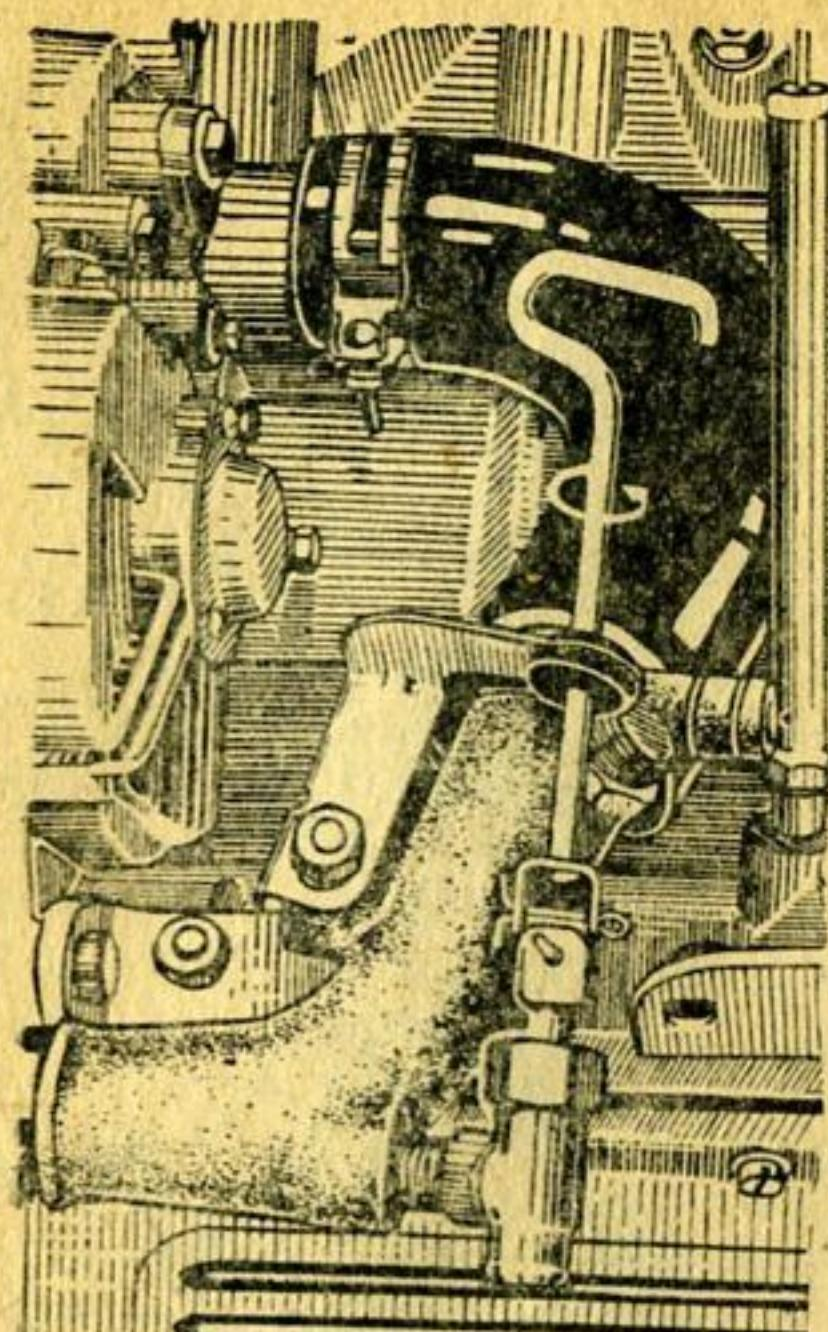
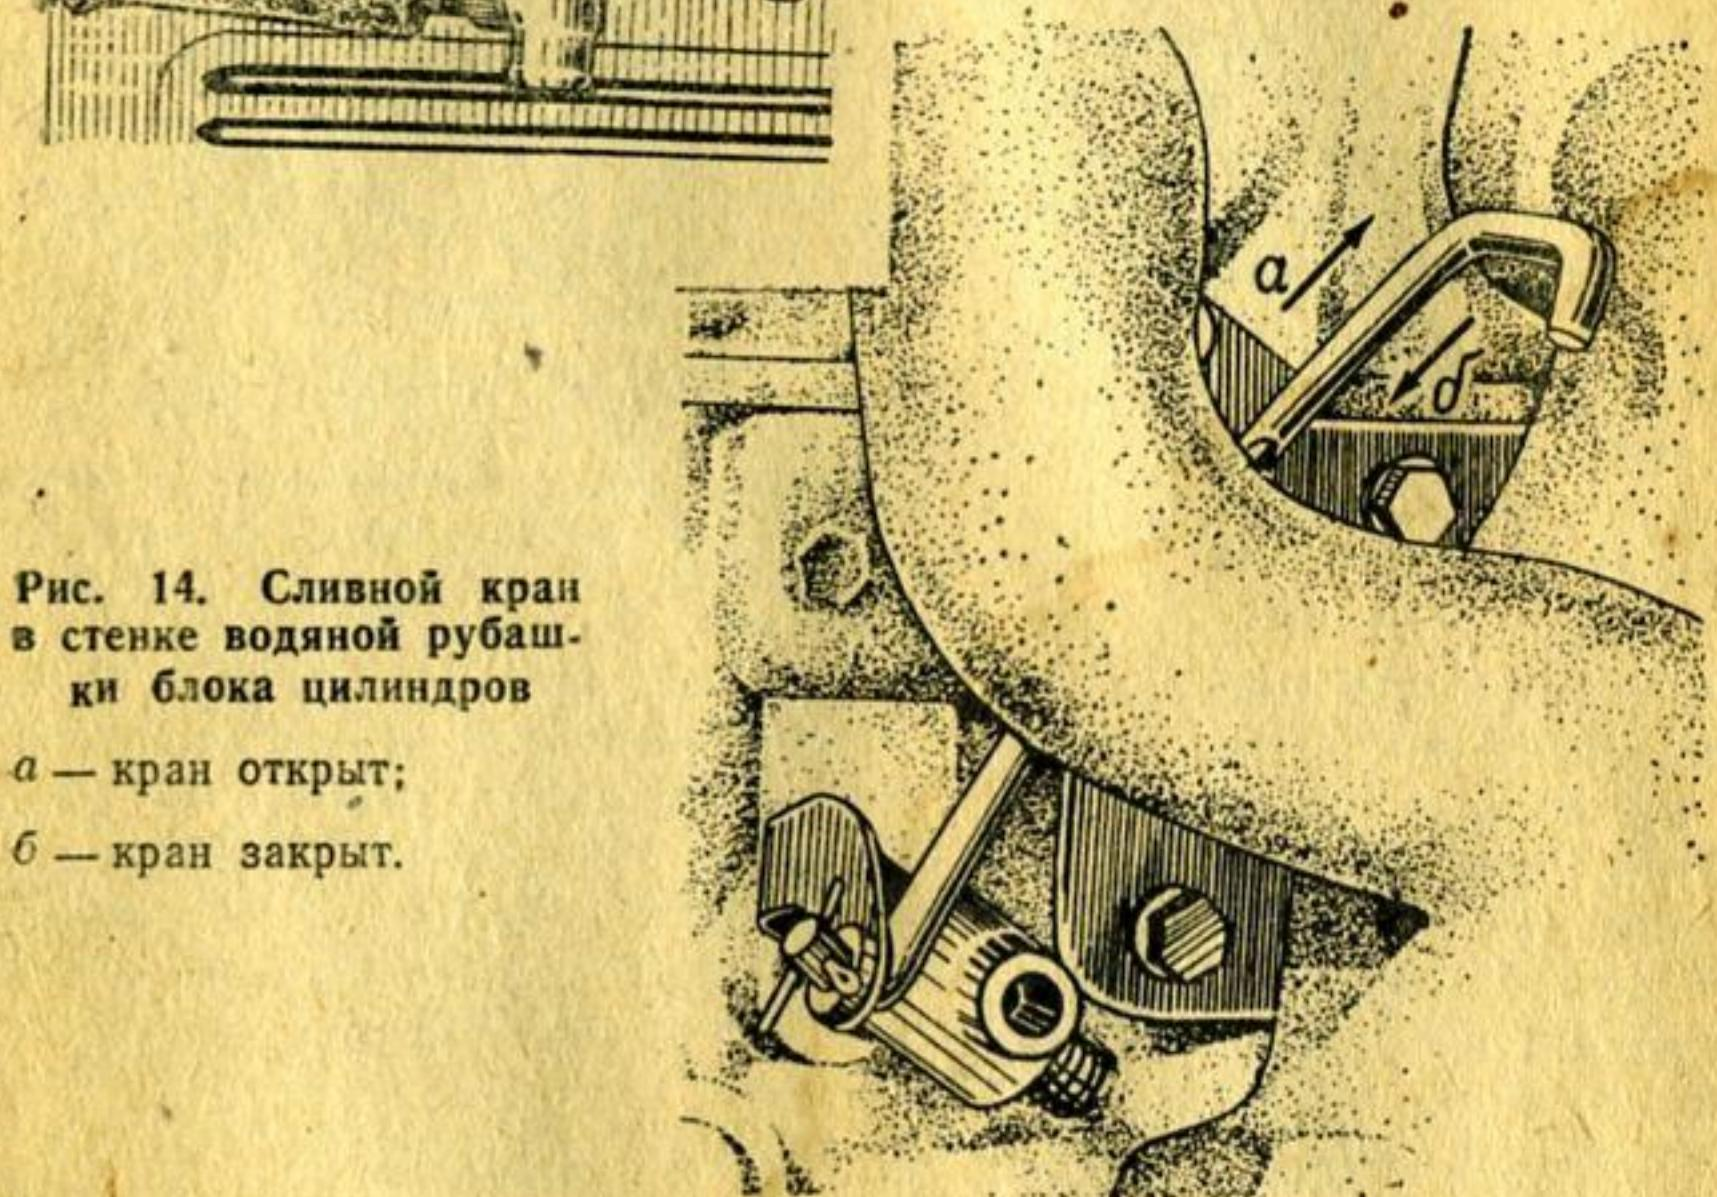

Рис. 13. Сливной кран на подводящем патрубке водяного насоса.
Рис. 14. Сливной кран в стенке водяной рубашки блока цилиндров
Краник (рис. 13) на патрубке водяного насоса открывается вращением валика привода в направлении против часовой стрелки, а краник (рис. 14) в стенке рубашки блока цилиндров открывается вытягиванием тяги до упора.
*Сливать воду* (или антифриз) из системы охлаждения двигателя нужно обязательно через два краника — краник (рис. 13) на подводящем патрубке водяного насоса и краник (рис. 14) в стенке рубашки блока цилиндров, сняв при этом пробку горловины радиатора.